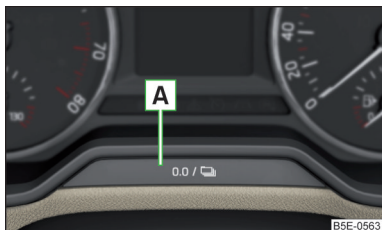

Fig. 28
➤ Donnez une impulsion sur la touche **A** » fig. 28 à la page 34.
- > Appuyez sur la touche **A** » fig. 28 et maintenez-la enfoncée jusqu'à ce que l'heure s'affiche sur le visuel.